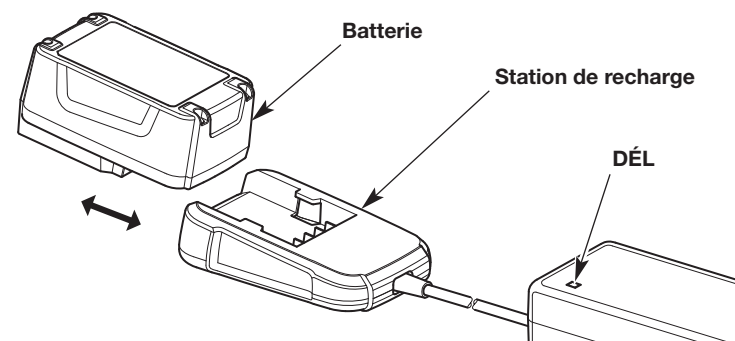

Fig. 7
1. Branchez le chargeur à une prise de courant appropriée. La DÉL (Fig. 7) s'allume en vert après quelques secondes. Si le voyant ne s'allume pas, assurez-vous que le chargeur de batterie est correctement assemblé et testez la prise d'alimentation avec un autre appareil électrique.
2. Insérez la batterie dans la station de charge (Fig. 7). La DÉL restera verte, rouge ou clignotera en rouge.